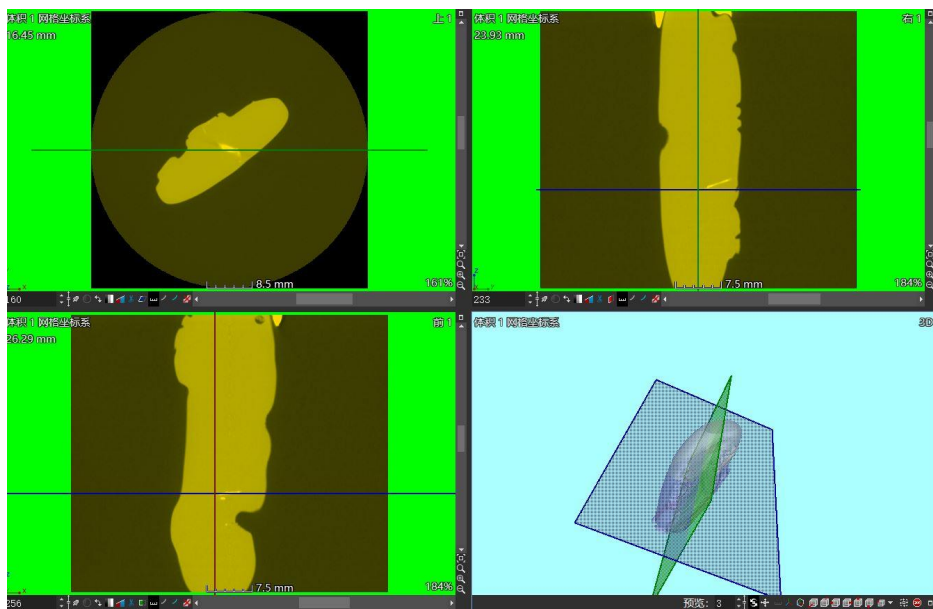

图 5 使用 VG 图像处理软件处理后效果图
3. 使用VG图像处理软件，还可以对样品进行上色处理，并对缺陷部分进行不同颜色标注（图5），可以让观测一目了然。